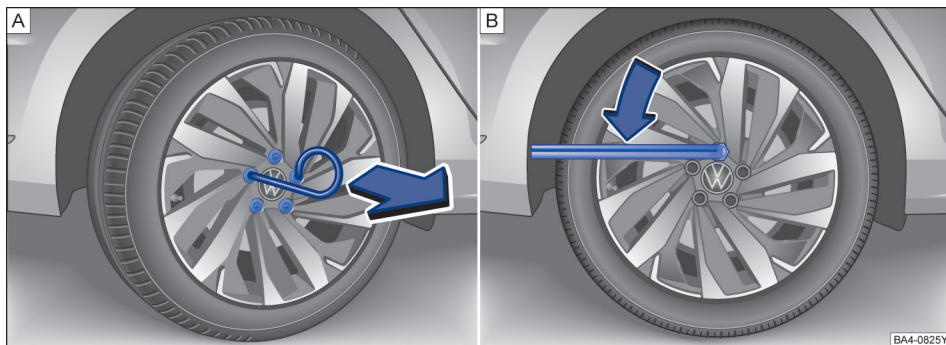

图 205 **A** 从车轮螺栓上拔下盖罩, **B** 更换车轮: 松开车轮螺栓
- 将钢丝钩穿过开口插入盖罩内→图 205 **A**, 然后沿箭头方向将其拔下。
- 将车轮扳手套到车轮螺栓上, 然后推到位位置→图 205 **B**。